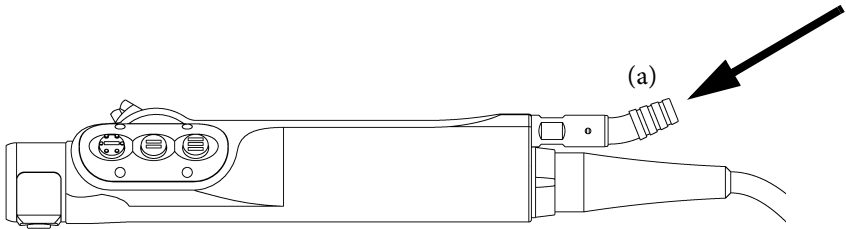

Figura 5: Conexión del tubo de aspiración
1. Conecte un tubo de aspiración al conector respectivo (a) de la pieza de mano (véase la figura 5). El tubo deberá cubrir todas las estrías del conector.